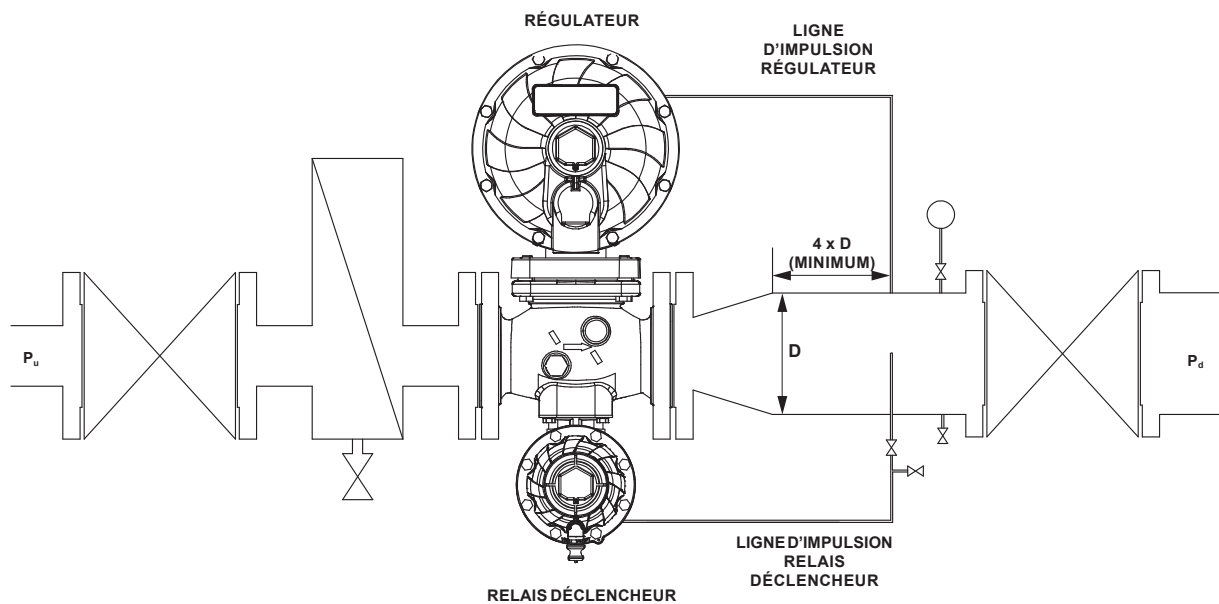

Figure 6. Installation Type de la Série VSX4/VSX8 avec Régulateur
- Raccorder l'impulsion aval à la prise d'impulsion 1/4 NPT dans le carter inférieur et à la conduite aval en respectant une distance minimale de 4 fois son diamètre (voir Figure 6).
- Appliquer une pression aval nominale du régulateur associé. Se reporter à la Figure 6.